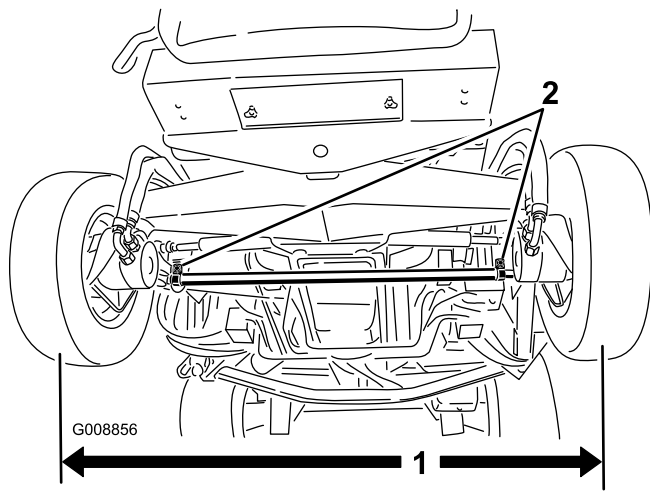

Figura 76
1. Mida la distancia entre centros (a la altura del eje) en la parte delantera y trasera de los neumáticos de dirección (Figura 76). La distancia delantera debe ser de 0–3 mm menos que la trasera.
2. Para ajustar, afloje las abrazaderas en ambos extremos de las bielas (Figura 76).